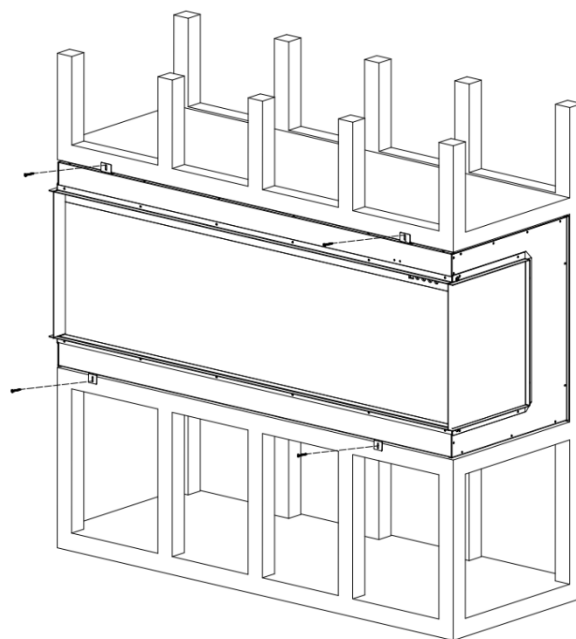

Fig.3-3
11. Plaats de haard in de muuropening. Draai de montageschroeven in de beugels en de muurstijlen. Steek de stekker in het stopcontact en controleer of de haard goed werkt. Afb.3-3